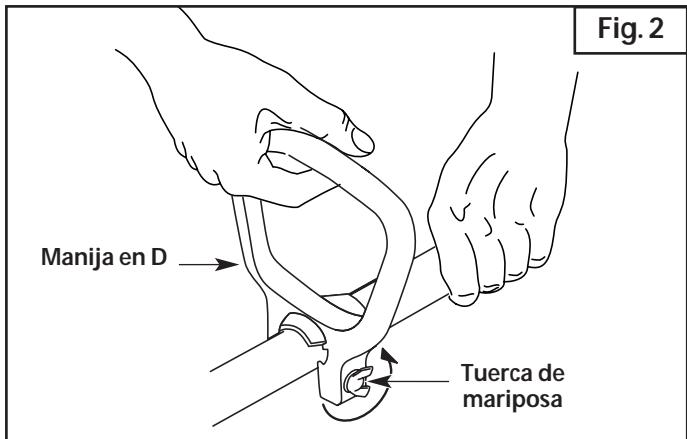

Fig. 2
- Afloje la tuerca de mariposa (Fig. 2). No es necesario sacar la tuerca de mariposa, la arandela ni el perno.
- Coloque la manija en D en el lugar que le brinde el mejor agarre y ajuste la tuerca de mariposa (Fig. 2).